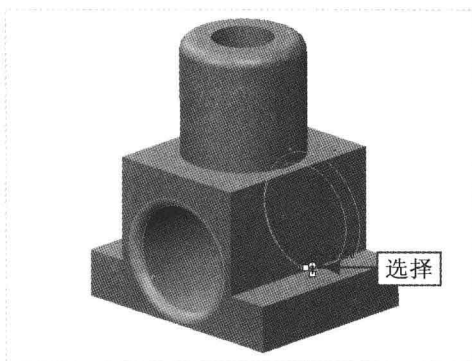

图 16-13 选择倒圆角边 2
Step 03 采用与上同样的方法，使用“倒圆角”命令，弹出“倒圆角”选项卡，设置圆角半径为 1.5，在绘图区选择合适的倒圆角边，如图 16-13 所示。